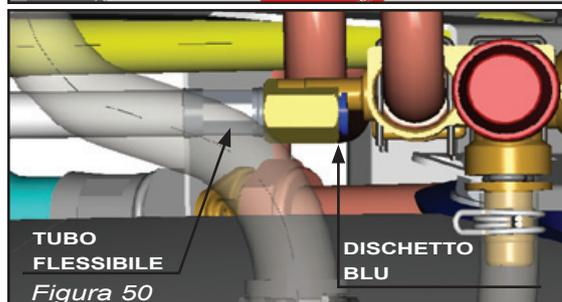

Figura 50
- 4) Sganciare il tubo flessibile dal gruppo d'ottone tirando verso l'esterno il dischetto blu presente sulla base dell'attacco rapido (figura 50).